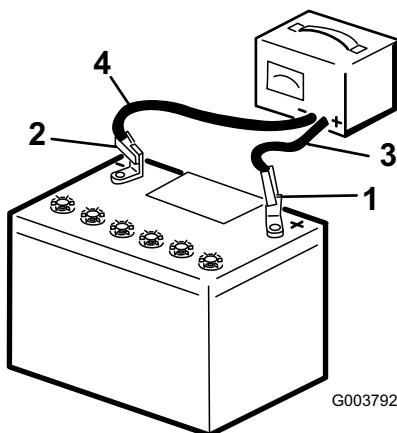

Figura 6
1. Collegare un caricabatterie (Figura 6) e caricare la batteria per almeno un'ora a 6-10 A. Non sovraccaricarla.
2. Quando la batteria è completamente carica, staccare il caricabatterie dalla presa elettrica e scollegare i cavi di ricarica dai poli della batteria (Figura 6).